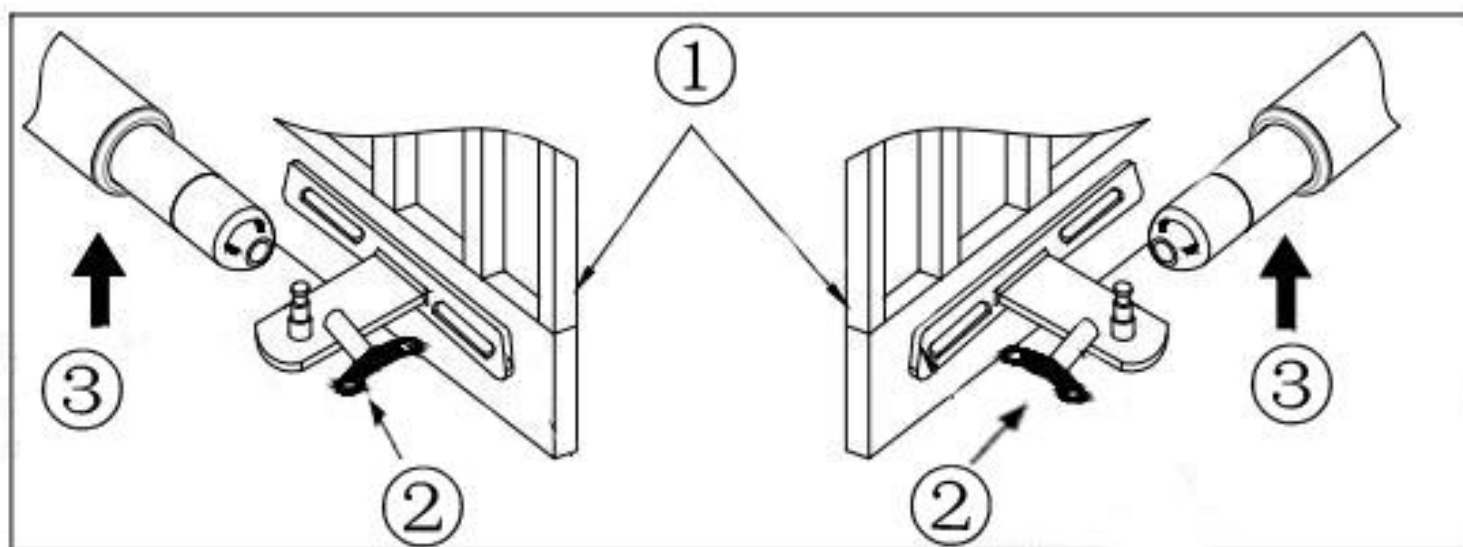

Рис. 13 Ручная разблокировка привода
Разблокировка привода (Рис. 13) выполняется специальным ключом (2) из комплекта привода. Для разблокирования привода проверните ключ по часовой стрелке до упора. Снимите шток (3) привода с переднего кронштейна. Для блокировки привода: оденьте привод на ось переднего кронштейна, поверните ключ в другую сторону.